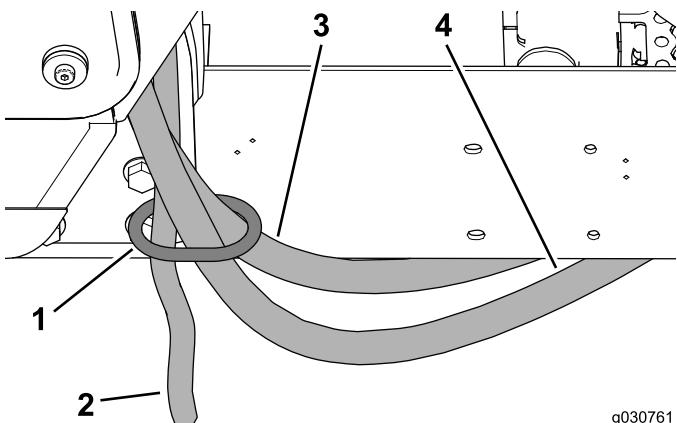

**Figura 34**
- Rimuovete i tappi dei flessibili di mandata e ritorno del riscaldamento dal motore e montate i raccordi dentellati ( $\frac{3}{8}$  NPT x 0,625), come illustrato nella Figura 34.